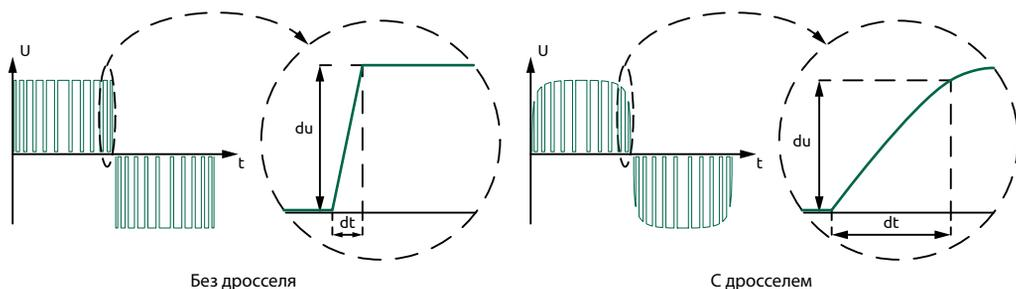

Рисунок 26 – Кривые напряжения на входе и выходе моторного дросселя
- ограничение крутизны нарастания напряжения du/dt (см. рисунок 26) и, как следствие, уменьшение амплитуды перенапряжений на клеммах двигателя;